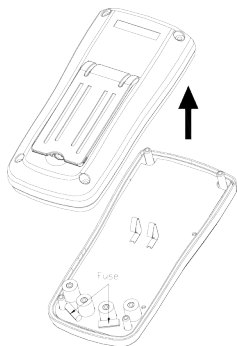

Figura 3-2 - Localização do fusível na placa interna do instrumento.)
- Substitua o fusível da seguinte forma (consulte a Figura 3-2 se necessário):